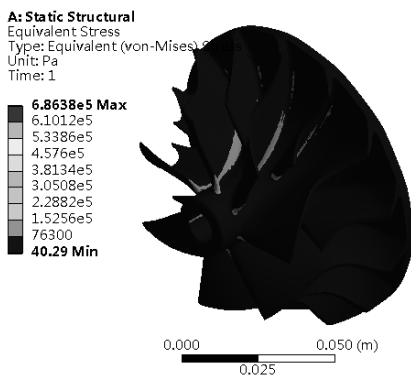

图 5-112 应力分析云图
Step6：选择 Outline（分析树）中 Solution（A6）下的 Equivalent Stress 选项，此时会出现如图 5-112 所示的应力分析云图。